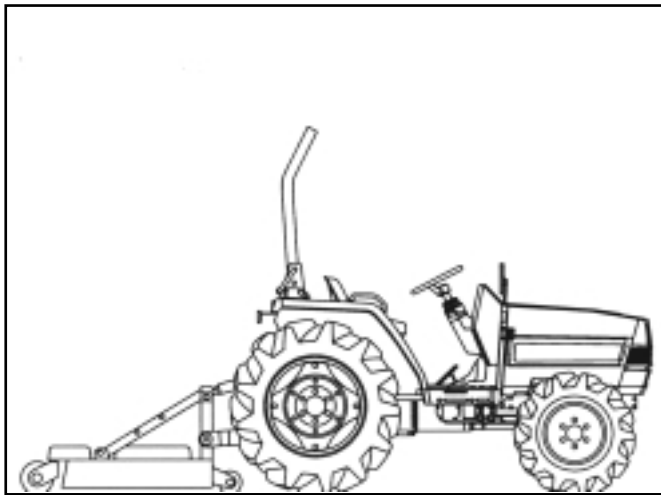

FIG. 61 / ABB. 61 / FIG. 61
**Type de travail** (Fig. 61) - Attacher/détacher des accessoires et d'autres usages qui réclament que l'accessoire soit maintenu à une hauteur constante au-dessus du sol. Egalement utilisé pour des porte-accessoires avec plusieurs positions possibles ou pour des accessoires avec roues de support.
**Art der Arbeit** (Abb. 61) - Zum Anbringen/Lösen von Anbaugeräten sowie Bearbeitungen, bei denen das Anbaugerät einen konstanten Abstand zum Boden einhalten muß. Auch für Geräteträger mit verschiedenen Trägerpositionen oder Geräten mit Stützrädern.
**De aard van het werk** (Fig.61) - Gebruik de positierегeling bij het vast- en losmaken van werktuigen en andere handelingen waarbij de werktuigen op een constante hoogte gehouden moeten worden. Ook voor werktuigbalken met een rij verschillende bevestigingsgaten of werktuigen uitgerust met steunwielen.